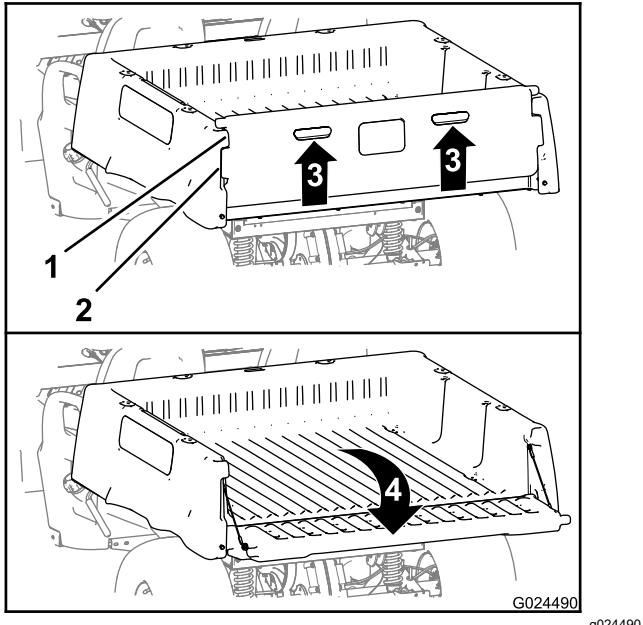

Bild 16
2. Heben Sie die Fingerzüge an der Rückplatte der Heckklappe an (Bild 16).
3. Fluchten Sie die Riegelflansche an der Heckklappe mit den Öffnungen zwischen den Heckklappenflanschen an der Ladepritsche aus (Bild 16).
4. Drehen Sie die Heckklappe nach hinten und unten (Bild 16).
6. Drehen Sie die Heckklappe nach oben und vorne, bis die Riegelflansche an der Heckklappe mit den Heckklappenaussparungen an der Ladepritsche bündig sind (Bild 16).
7. Senken Sie die Heckklappe ab, bis sie im Heck der Ladepritsche sitzt (Bild 16).